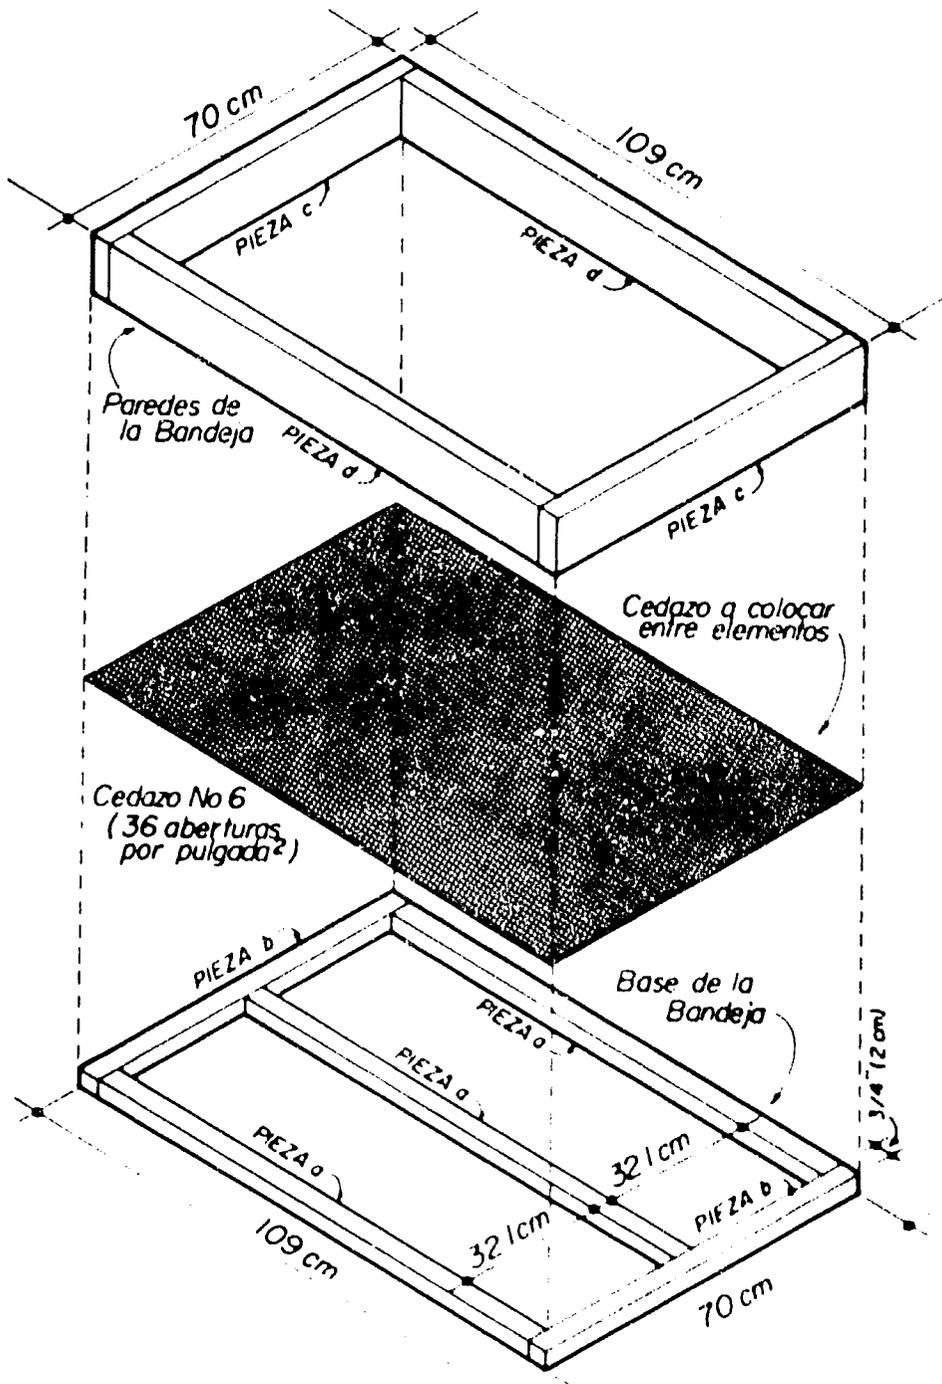

FIGURA 38 Armado de bandeja
8.18 Amar las bandejas (Figura 38)
Clave las piezas "c" y "d" sobre el marco de base como muestra la figura 38. Use clavos de 1.64 cm (1 1/2 pulgada).